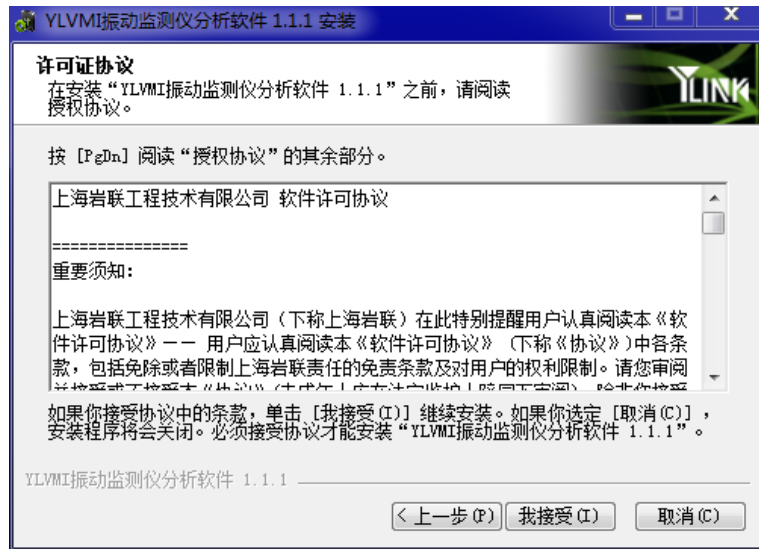

图 3-2 许可证协议界面
②点击【下一步(N)】，进入如图 3-2 所示的许可证协议界面。